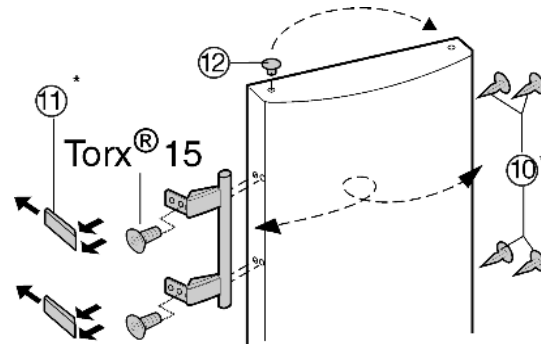

Fig. 8
- ▶ Извадете тапата Fig. 8 (12) от лагерната втулка на вратата и я преместете.
- ▶ Демонтирайте дръжките на вратата, тапите Fig. 8 (10) и притискателните плочи Fig. 8 (11) и ги монтирайте на другата страна.